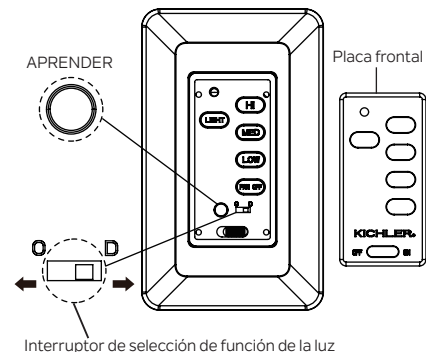

Figura 22
1. Utilice un destornillador plano pequeño y haga palanca con cuidado para separar la placa frontal de la parte superior del control de pared. (Figura 22)
INTERRUPTOR DE SELECCIÓN DE FUNCIÓN DE LUZ (Figura 22)